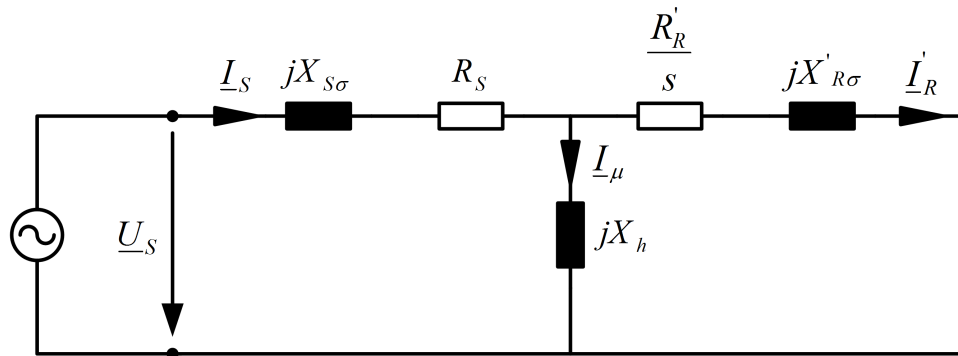

Abbildung 6: Einphasiges Ersatzschaltbild des Drehstromasynchronmotors, verbunden mit einem einphasigen Modell des Drehstromstellers
- c) Im Leerlauf ist $s = 0$. Damit gilt $\frac{R'_R}{s} \rightarrow \infty$. Der gesamte Strom I_{S0} fließt demnach über die Hauptreaktanz X_h (siehe Ersatzschaltbild, Bild 6). Er lässt sich ausrechnen zu